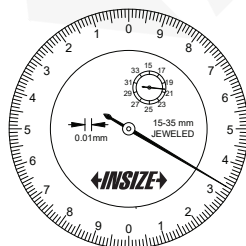

Abb. 1
2. Vor der Messung muss der Messschieber mit einem kalibrierten Werkzeug kalibriert werden. Der Messschieber misst das kalibrierte Werkzeug (Abb. 1). Wenn das Ergebnis dem Normalwert des kalibrierten Werkzeugs entspricht, ist der Messschieber messbereit. Andernfalls drehen Sie die Lünette, um den Messwert auf den Normalwert des kalibrierten Werkzeugs einzustellen.